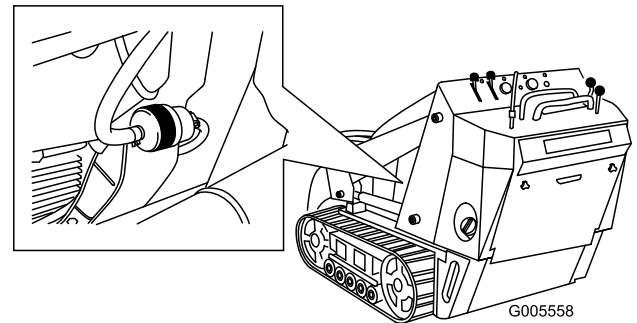

Figura 37
4. Bloccate i tubi del carburante su entrambi i lati del filtro (Figura 37).
5. Premete le estremità delle fascette stringitubo ed allontanatele dal filtro (Figura 37).